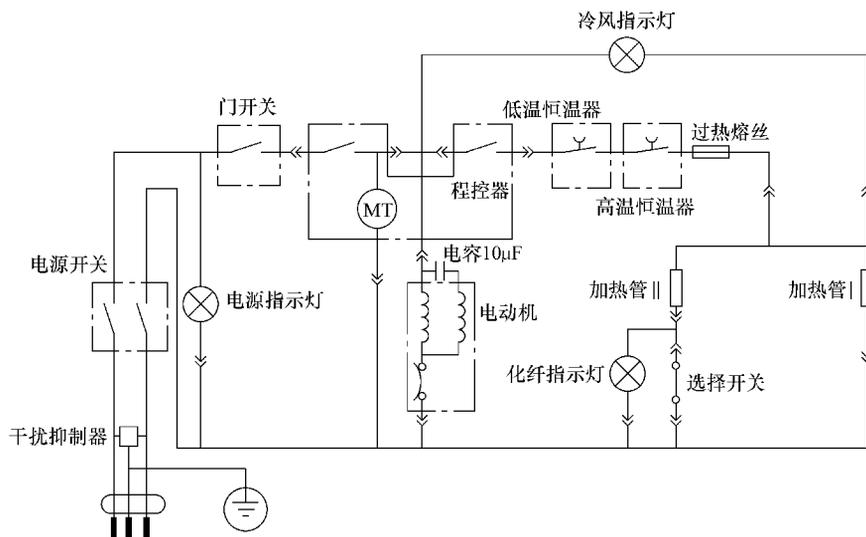

图 6-39 海尔 GDZ5 -1 型全自动滚筒干衣机电气原理图
**【附注】** 海尔 GDZ5 -1 型全自动滚筒干衣机电气原理图如图 6-39 所示。